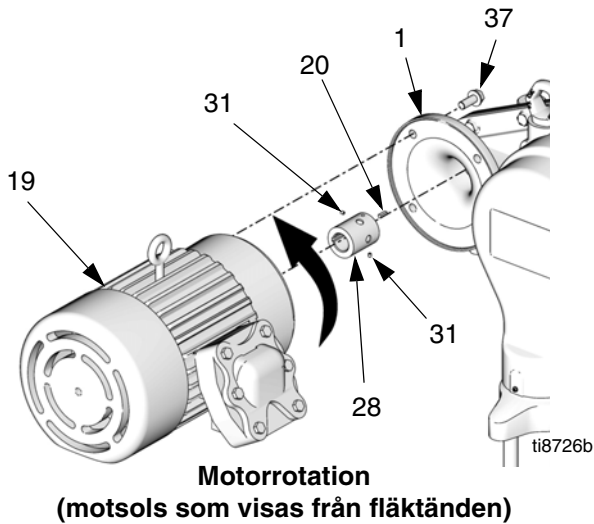
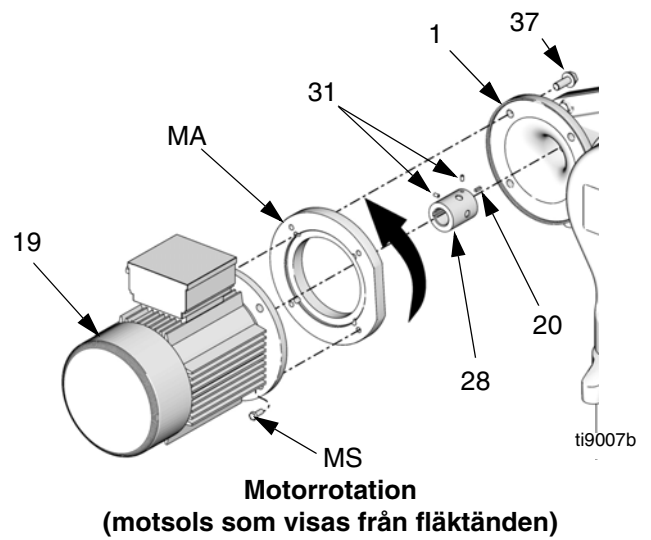

FIG. 9. Alla elmotorer med NEMA 182/184 TC-ram
FIG. 10. Motorer med IEC 112M/B5 och 100L/B5-ram
Motorn måste bli kablad så att den kan rotera fläkten motsols när den ses från fläktänden på motorn. Se FIG. 9 eller FIG. 10.
ANM: Vid installation av en elmotor med IEC 112M/B5 eller 100L/B5-ram måste man kontrollera att motoradaptern (MA) och skruvarna (MS) är på plats innan motorn monteras på reduktionsväxeln. Dra åt skruvar till 54-61 N•m (40-45 ft/lb). Se FIG. 10.
5. Se FIG. 9 eller FIG. 10. Lyft motorn (19) till rätt läge. Passa in nyckeln på motoraxeln med inpassningsspåret på motorkopplingen och det fyra monteringshålen i reduktionsväxeln (1). Låt motorn glida på plats.
6. Medan en person håller motorn på plats (19) monteras skruvarna (37). Dra åt till ett vridmoment på 102-108 N•m (75-80 ft-lb).